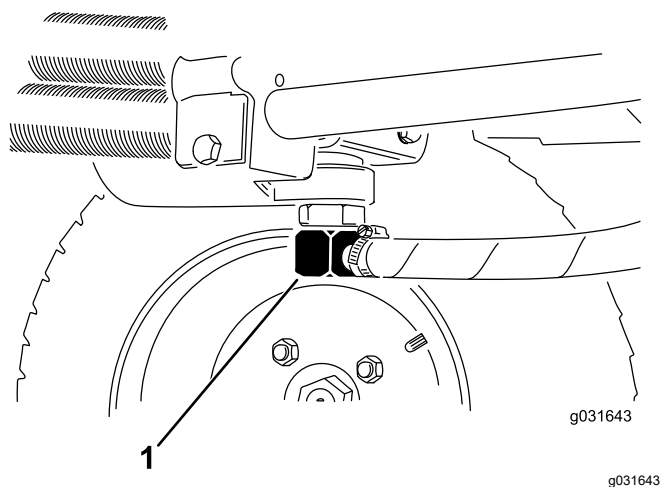
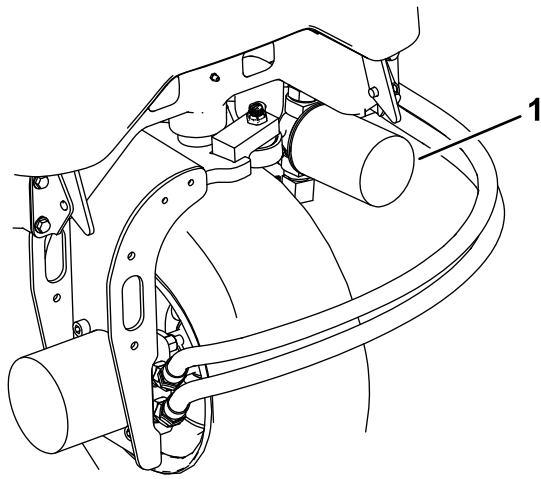

図 65
図 67
2. 油圧ラインの接続部または油圧フィルタを外し、流れ出すオイルを容器に受ける 図 67 と 図 65。
3. オイルが全部流れ出たらラインを元通りに接続する 図 65。
3. フィルタ取り付け部付近をきれいに拭い、下に容器を置き、フィルタを外す 図 67。